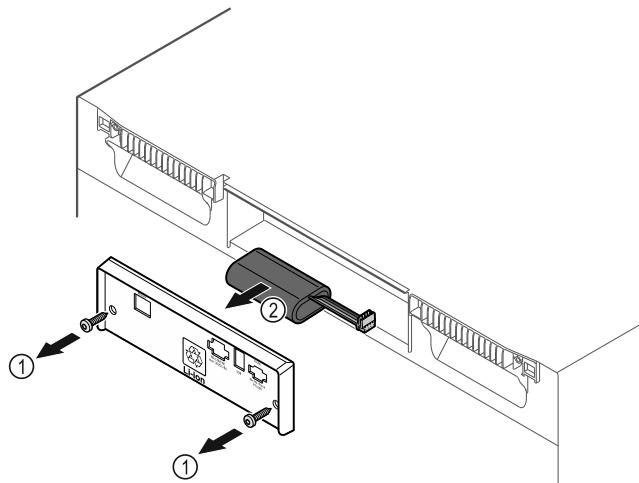

Fig. 202
- Išsukite varžtus ir nuimkite uždangalą galinėje prietaiso pusėje Fig. 202 (1).
- Atjunkite bateriją ir ją įsimkite Fig. 202 (2).